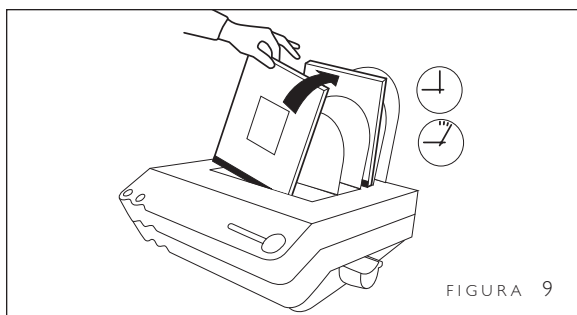

FIGURA 9
8. Retire el documento encuadernado y colóquelo en la guía de enfriamiento durante, por lo menos, cuatro minutos (Figura 9). Apile hasta 4 ó 5 bloques de páginas terminados, colocando los últimos que se encuadernaron en la parte trasera. Dejar que el álbum se enfríe permite que el adhesivo se fije y garantiza una encuadernación resistente.